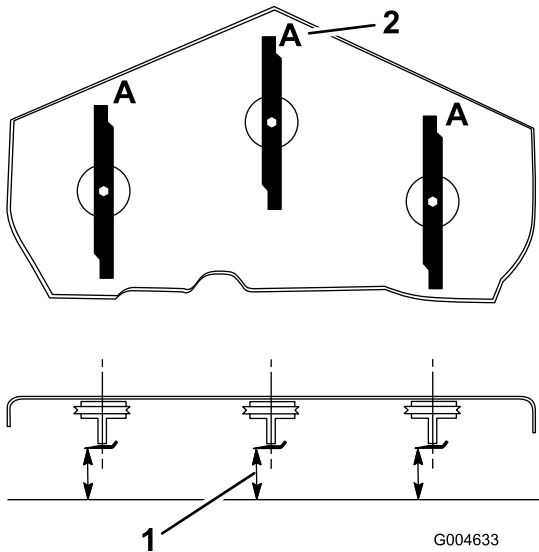

Figura 70
3. Rode as lâminas até as suas extremidades se encontrarem viradas para a frente e para trás (Figura 70).
Nota: Meça desde uma superfície nivelada até à extremidade de corte, posição A, das lâminas (Figura 70). Anote esta medida.